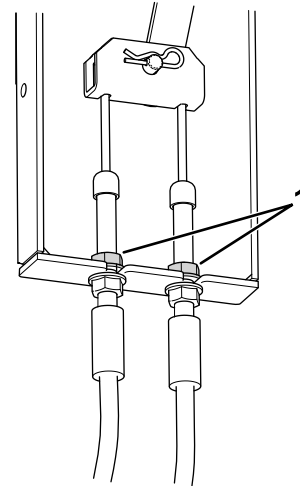

Bild 74
3. Lokalisieren Sie die Bremskabelhalterung (Bild 74) unter der linken Seite der Maschine, nahe dem linken Rad.